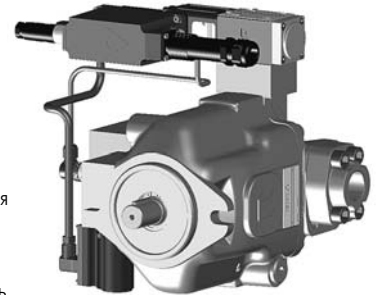

рис. 7
- новые драйверы E-RI-PEZ для аксиально-поршневых насосов с регулируемым рабочим объемом (см. рис. 7) объединяют цифровое управление и управление расходом (см. выше) с ограничителем макс. мощности. Множественный набор настроек PID может быть выбран в реальном времени движения оси через 12-штырьковый разъем (опция /S) или через интерфейсы -BC или -BP (опция /Z), для оптимизации управления P/Q.